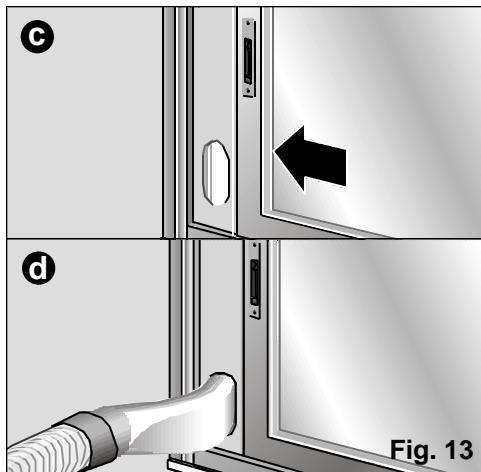

Fig. 13
- También se puede utilizar el accesorio de instalación para ventana / balcón (ver apartado "Descripción de los accesorios"), **Fig. 13: a, b, c, d.** Este sirve tanto para ventanas horizontales como verticales.